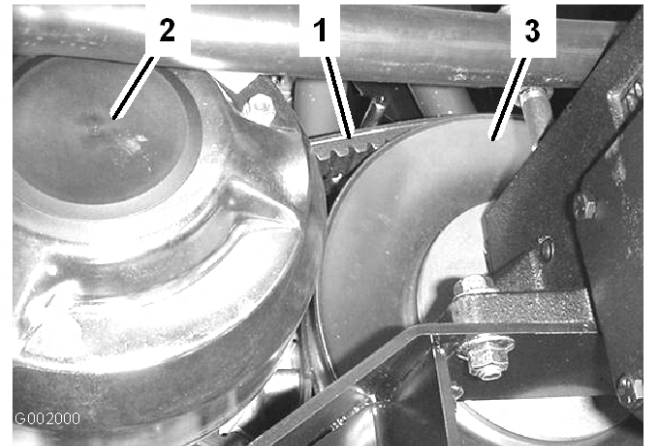

Figure 62
1. Faites tourner la courroie et faites-la passer sur l'embrayage secondaire (Figure 62).